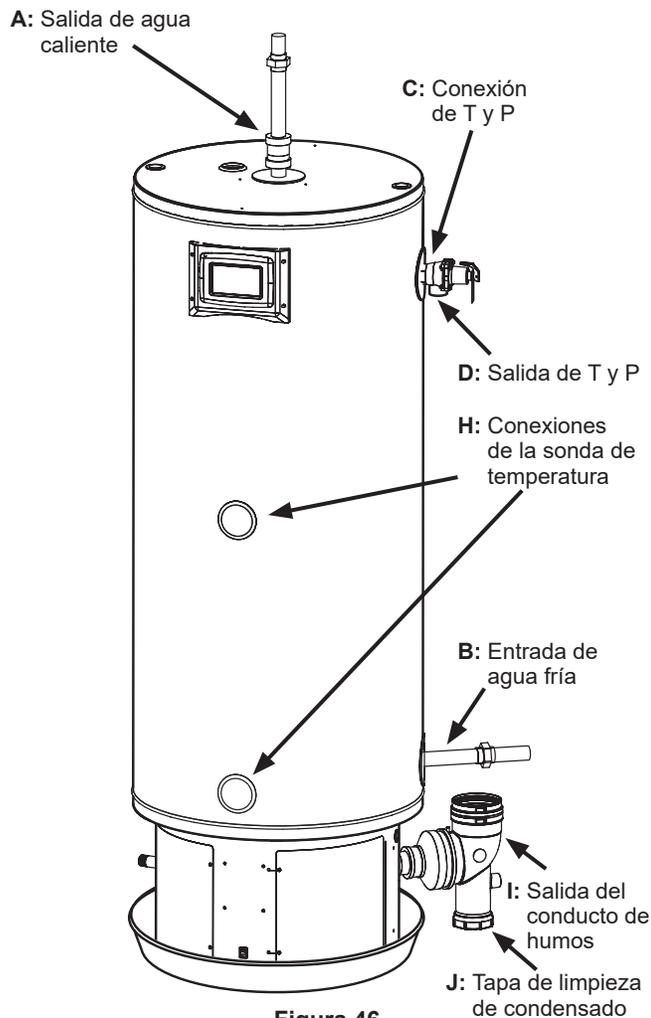

Figura 46
- E. El agua de una válvula de drenaje puede deberse a que la válvula está ligeramente abierta. (No se muestra en la Figura 46).
- F. *Puede que la válvula de drenaje tenga fugas en el conector del tanque. (No se muestra en la Figura 46).
- G. Fugas en el tapón de recirculación o la conexión de la tubería. (No se muestra en la Figura 46).